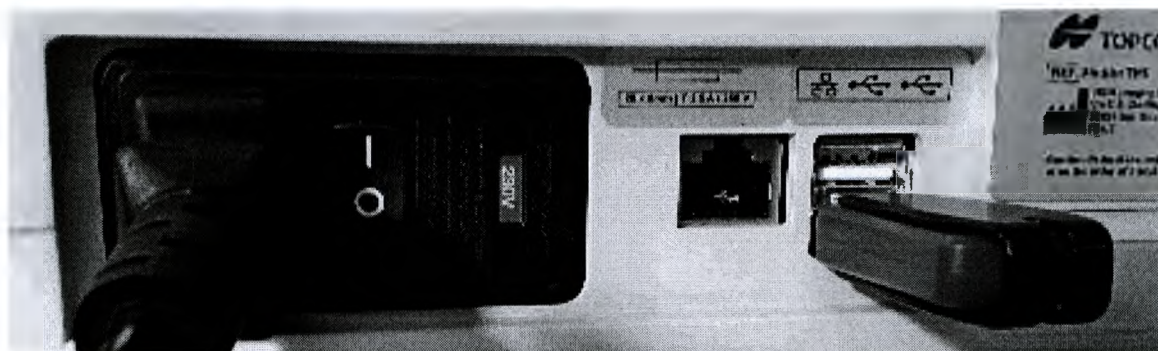

Рисунок 84
6. Вставьте USB-накопитель с файлами обновления «Aladdin upgrade» в один из USB-портов (Рисунок 84).